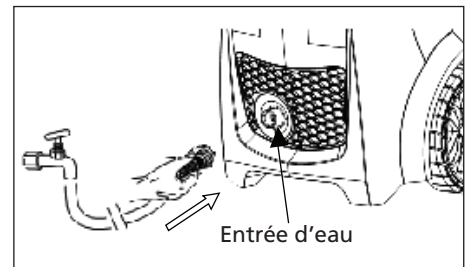

Figure 14 - Attachez le tuyau d'arrosage à l'unité (modèles PW1625 et PW1835)
- Attachez le tuyau d'arrosage à l'unité (voir les figures 14 et 15).